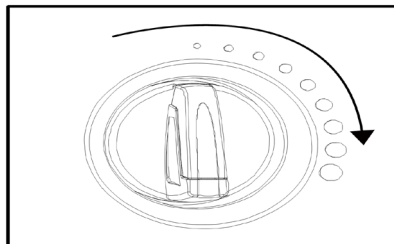

fig. 8
- La manopola (Fig. 8) serve a regolare il flusso della soluzione detergente durante l'utilizzo della macchina. Ruotando in senso orario si aumenta il flusso della soluzione detergente.